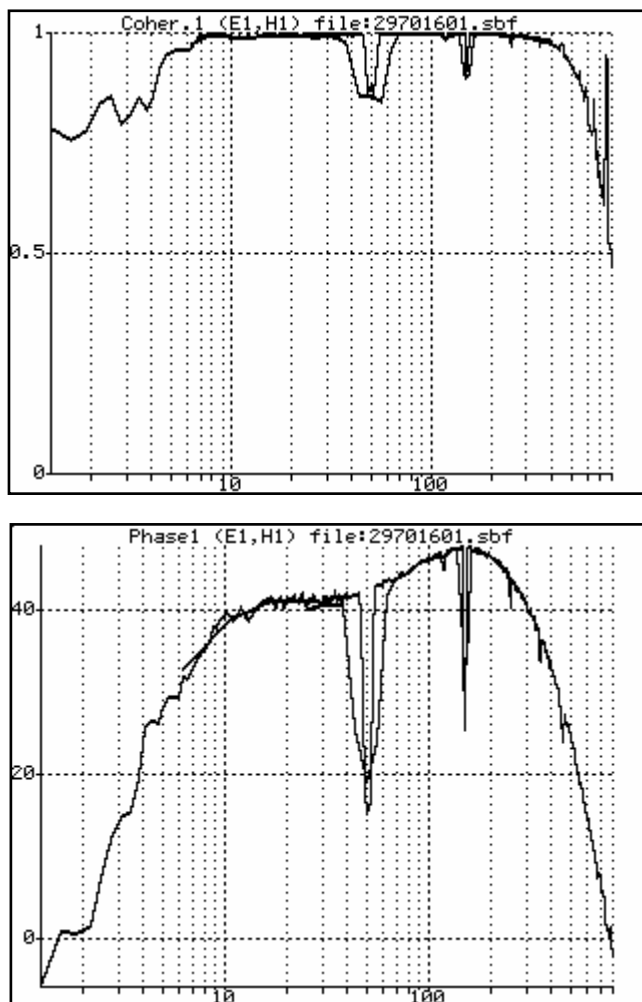

Рисунок 6.17
Просмотр собранных данных (рисунок 6.17) производится в графическом виде автоматически сразу после окончания сбора данных или по вызову из меню просмотра файлов – последовательно нажать кнопки **2 – ENT** из главного меню.
- кнопка **ESC** – вернуться в то окно, из которого осуществлялся переход на просмотр данных (рисунок 6.17 или 6.20).
- кнопка **ENT** – просмотреть выбранный файл в графическом виде (рисунок 6.17);